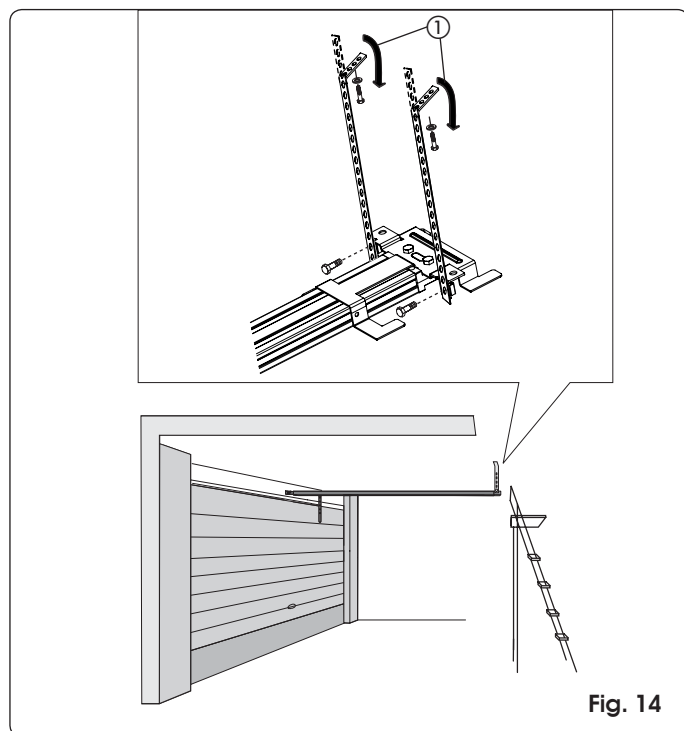

Fig. 14
- 11) Monte las bridas en el empalme posterior y coloque de nuevo la guía de deslizamiento (Fig. 14).